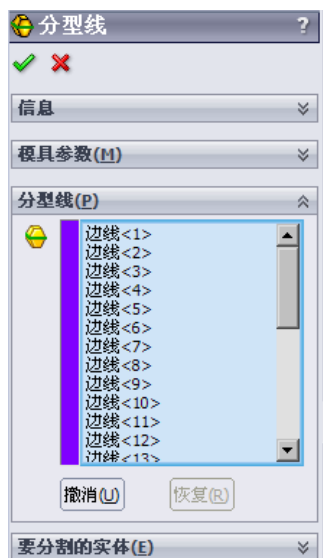
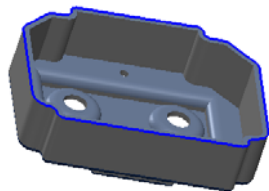

图 10.2.7 “分型线”对话框（二）
图 10.2.8 创建分型线
Step2. 设定模具参数。选取前视基准面作为拔模方向；在拔模角度  文本框中输入数值 1；选中 ☒ 用于型心/型腔分割(U) 复选框；单击  按钮，在 **分型线(P)** 区域中显示出所有的分型线段此时的对话框如图 10.2.7 所示，同时在模型中显示系统自动判断的分型线，如图 10.2.8 所示。